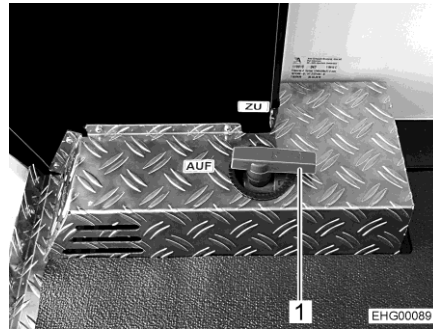

Fig. 195 Palanca de mando (llave de desagüe)
La palanca de mando (Fig. 195,1) para la eliminación de aguas residuales se encuentra en el garaje trasero. El tubo de salida con la conexión para una manguera de aguas residuales se encuentra debajo del vehículo.
- Abrir la llave de desagüe. Para ello, girar la palanca de mando (Fig. 195,1) a la posición "AUF" (abierto). Se vacía las aguas residuales.
- Una vez que hayan salido totalmente las aguas residuales, volver a cerrar la llave de desagüe. Para ello, girar la palanca de mando (Fig. 195,1) a la posición "ZU" (cerrado).